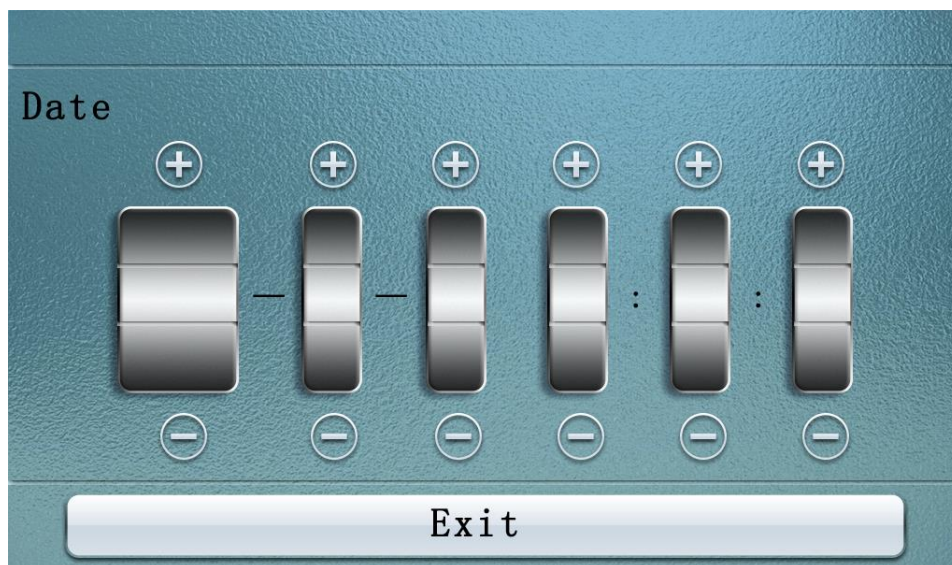

Figura 6
6. Clique em "clock modification" na figura 1 para entrar na interface de modificação do relógio, como mostra na figura 6: